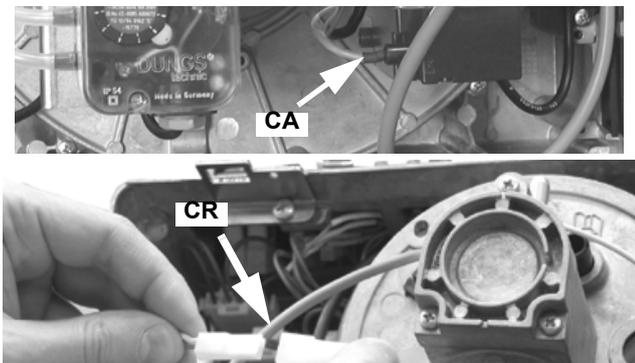

Fig. 59
- 3 Scollegare il cavo di accensione **CA** dal trasformatore di accensione (Fig. 59).